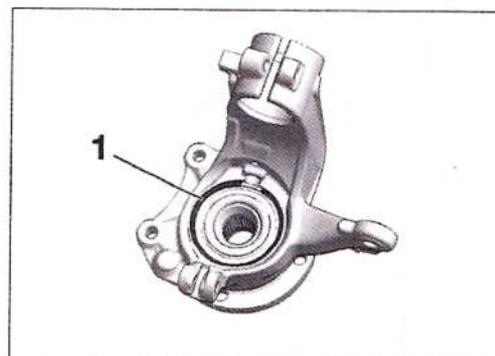

FIG. 31
- En un tornillo de banco equipado con mordazas blandas, colocar la mangueta y extraer el anillo de seguridad (1) (Fig.31).